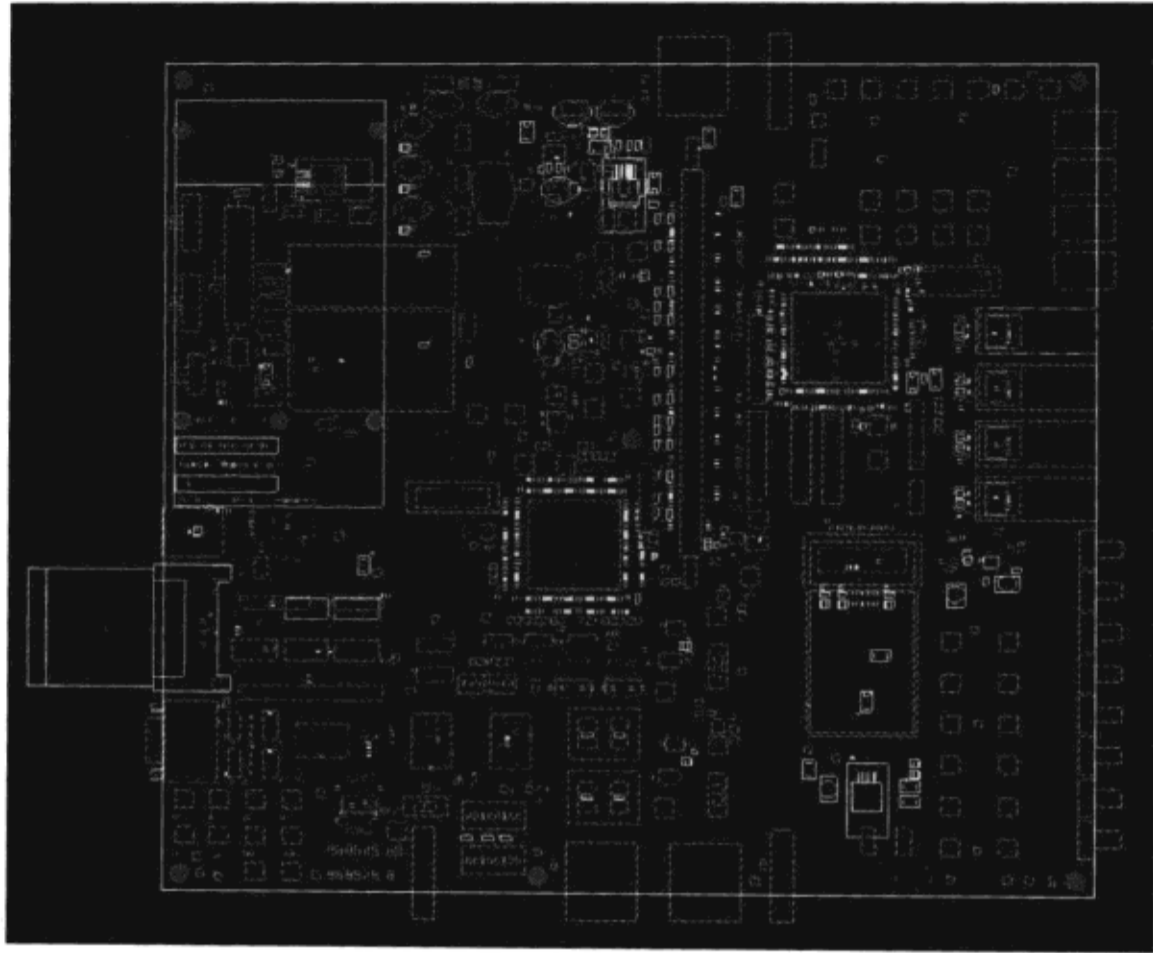

图 3-10-78 元器件布局图
(14) 摆放其他元器件于板框上（可参考文件 hidesign5.brd），如图 3-10-78 所示。